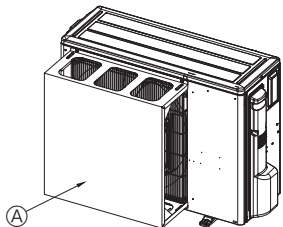

Fig. 2-5
- 2 Τοποθετήστε έναν προαιρετικό οδηγό προστασίας από τον αέρα, στην περίπτωση που η μονάδα είναι εγκατεστημένη σε σημείο όπου οι ισχυροί άνεμοι από κάποιον τυφώνα κ.λπ. ενδέχεται να εισέλθουν απευθείας στην έξοδο αέρα. (Fig. 2-5)